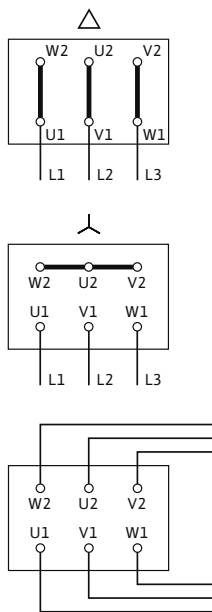

Fig. 17: Napięcie zasilania
Schemat przyłączeniowy przyłącza elektrycznego znajduje się na skrzynce zaciskowej (patrz również Fig. 17).
- Napięcie zasilania jest zależne od mocy silnika P₂, od napięcia sieciowego i od sposobu załączania. Sposób wymaganego połączenia mostków łączących w skrzynce zaciskowej został opisany w poniższym wykazie „Tab. 4: Przyporządkowanie zacisków” na stronie 74 i na Fig. 17.